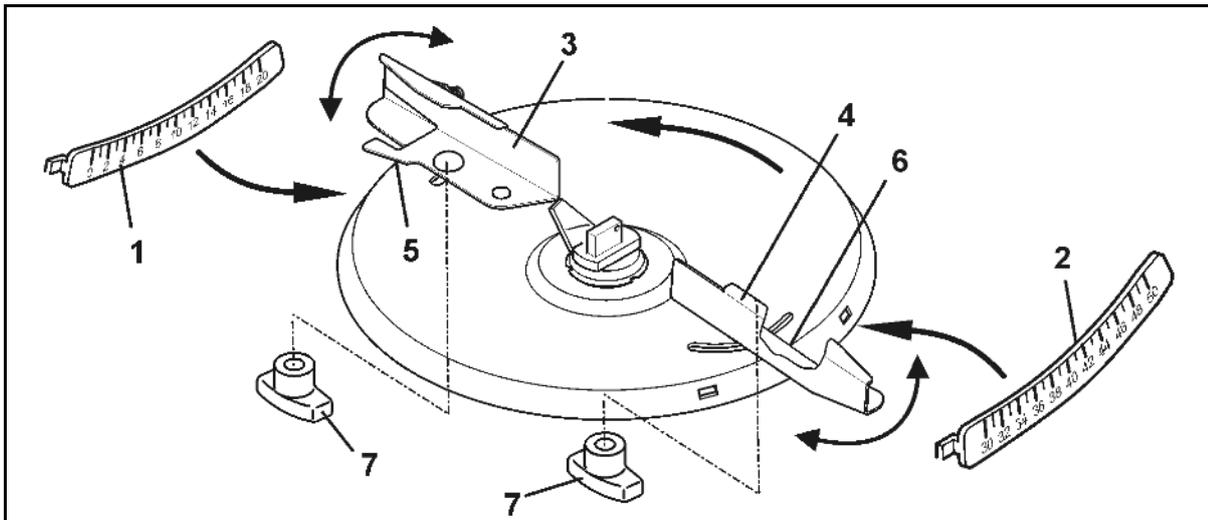

Fig. 75
1. Grenzstreuen nach Düngeverordnung (Fig. 75):